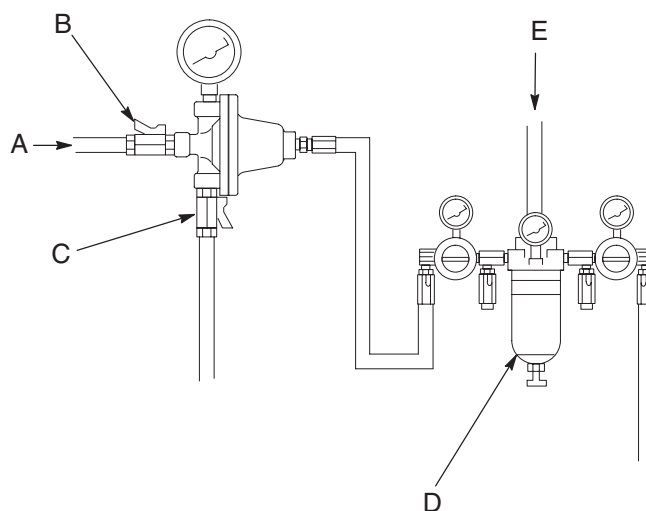

Fig. 2
1. Starta pumpen och öppna vätskeregulatorns inloppskulventil (B) så att vätska släpps in i regulatören. Se Fig. 2.
1. Stäng av pumpen. Stäng av kulventilen på regulatorns luft tilllopp. Se Fig. 2, sidan 5.